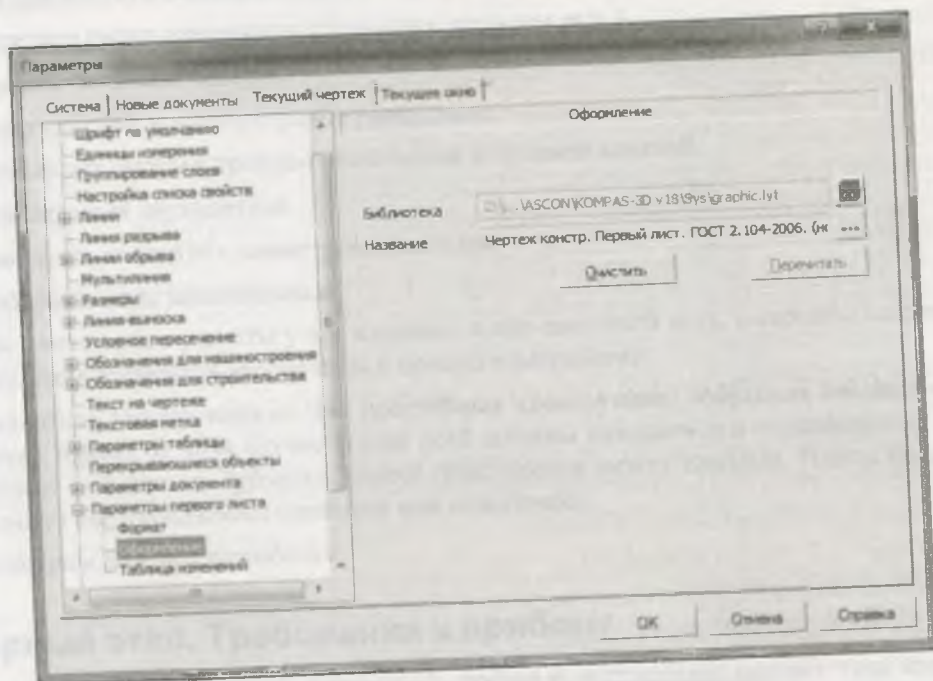

Рис. 14.20. Диалоговое окно Параметры: Оформление
- ◆ при выделении пункта **Оформление** в правой части появляется вкладка **Оформление** (рис. 14.20):